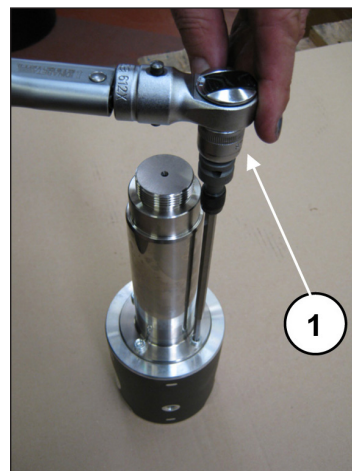

Fig. 44
Bloqueie a guia do pistão no gancho com ajuda de ferramenta adequada e proceda com a calibragem dos parafusos com chave dinamométrica (pos. ①, Fig. 44), conforme indicado no capítulo 3.